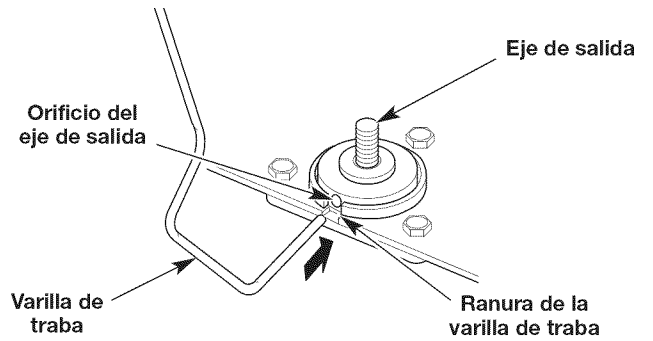

Fig. 7
1. Alinee el orificio del eje de salida con la ranura de la varilla de traba. Inserte la varilla de traba en la ranura de la varilla de traba y en el agujero del eje de salida (Fig. 7).
6. Alinee el orificio del eje de salida con la ranura de la varilla de traba. Inserte la varilla de traba en la ranura de la varilla de traba y en el agujero del eje de salida (Fig. 7).